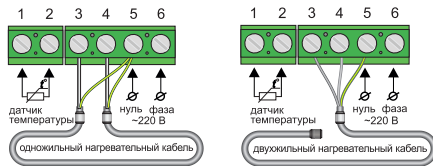

Рис. 9 Схема подключения терморегулятора к 2-х проводной электросети
ется к нейтральному проводнику (N) сети питания, на клемму 5 (рис. 9).